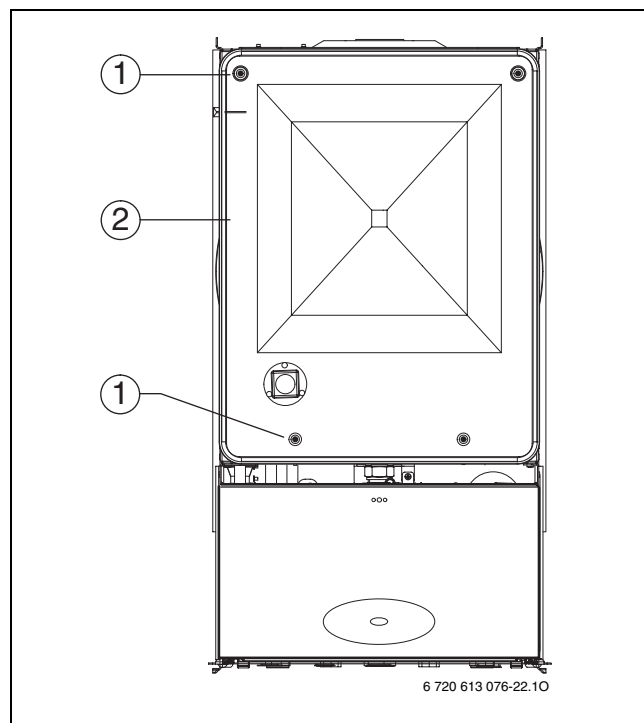

Fig. 52 Aprire la camera stagna
- ▶ Svitare le quattro viti (1) e rimuovere il coperchio della camera stagna (2) (fig. 52).